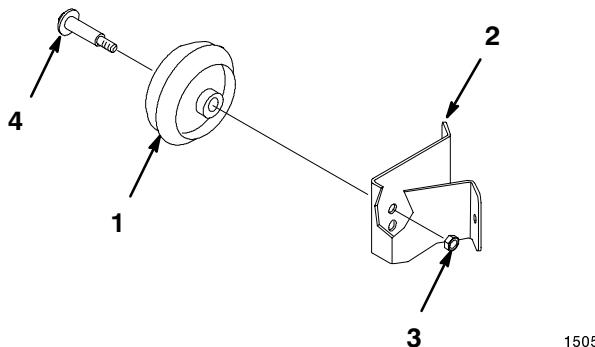

Abbildung 6
1. Um die Höhe der Rasenmäherräder zu ändern, entfernen Sie den Montagebolzen des betreffenden Rades und bringen Sie es in einem anderen Loch an (Abb. 6).
2. Das obere Loch für die niedrigste Schnitthöhe und das untere Loch für höhere Schnitthöhen verwenden (Abb. 6).